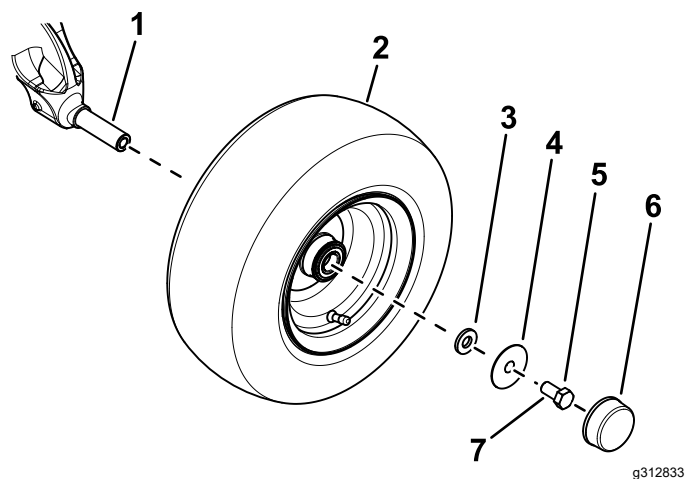

Рисунок 3
- B. Используйте малую шайбу, большую шайбу, болт ( $\frac{5}{8}$  x  $1\frac{1}{4}$  дюйма) для крепления колеса к шпинделю моста (Рисунок 3).
D. Установите пылезащитный колпачок на колесо (Рисунок 3).